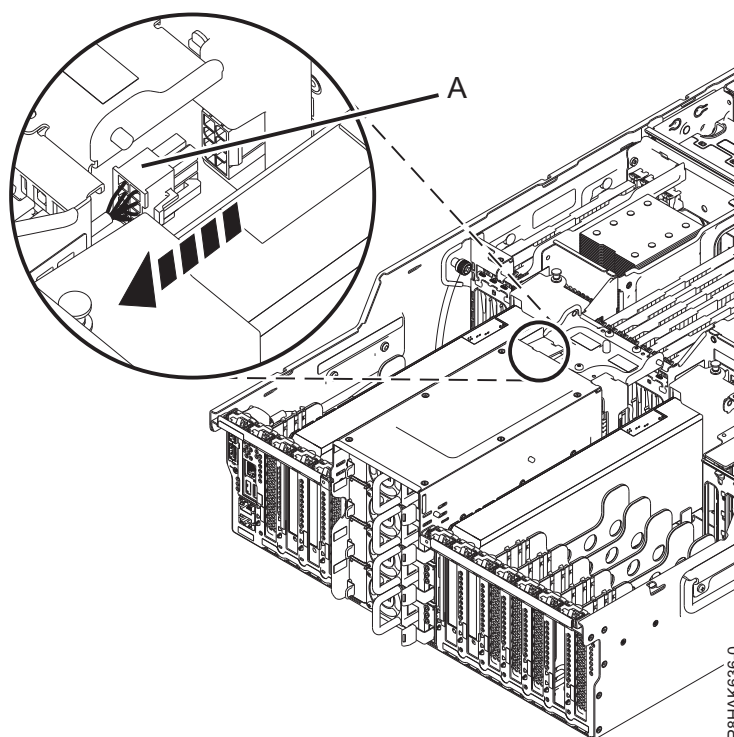

Figure 34. Déconnexion des cordons d'alimentation pour la carte PCIe GPU dans le système 8247-42L
3. Si vous retirez la carte PCIe gen3 x16 GPU (FC EC47 ou EC4B), déconnectez le câble d'alimentation auxiliaire (A) de ses connecteurs sur le fond de panier du système, comme illustré dans figure 34.